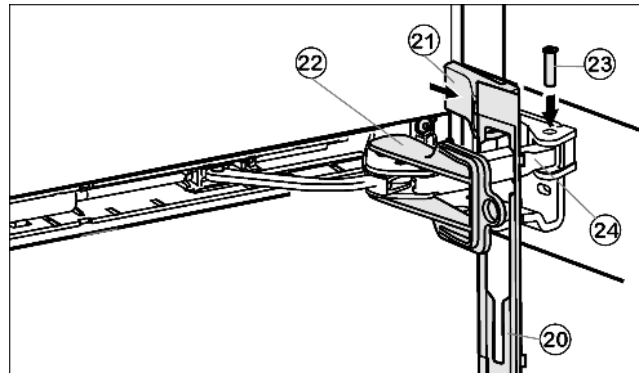

Fig. 16
- ▶ Blende Fig. 16 (20) auf den Dämpferbügel einhängen, so dass die Rasthaken nach vorne zeigen und die Vorderseite zum Gerät.
- ▶ Dämpferbügel Fig. 16 (24) zum Lagerteil hinziehen und Bolzen Fig. 16 (23) von oben einstecken, so dass der Vierkant in der Vertiefung sitzt.
- ▶ Abdeckung Fig. 16 (21) aufsetzen und einrasten.
- ▶ Sicherung Fig. 16 (22) durch Verdrehen abnehmen.
- ▶ Blende Fig. 16 (20) an der Tür aufrasten.